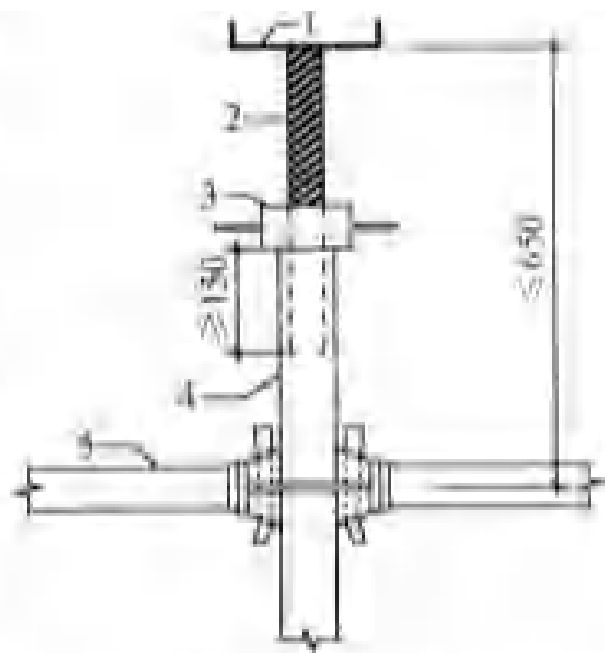

图 6.1.5 带可调托座伸出顶层
6.1.5 模板支架可调托座伸出顶层水平杆或双槽钢托梁的悬臂长度(图 6.1.5)严禁超过 650mm,且丝杆外露长度严禁超过 400mm,可调托座插入立杆或双槽钢托梁长度不得小于 150mm。
- 6.1.5 模板支架可调托座的伸出顶层水平杆或双槽钢托梁的悬臂长度（图6.1.5）严禁超过650mm，且丝杆外露长度严禁超过400mm，可调托座插入立杆或双槽钢托梁长度不得小于150mm。